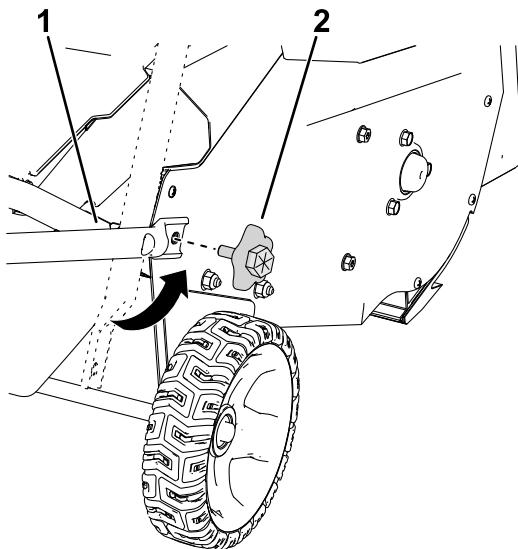

Рисунок 5
- Переместите нижнюю рукоятку на штатное место и установите нижние маховички рукоятки, как показано на Рисунок 5.